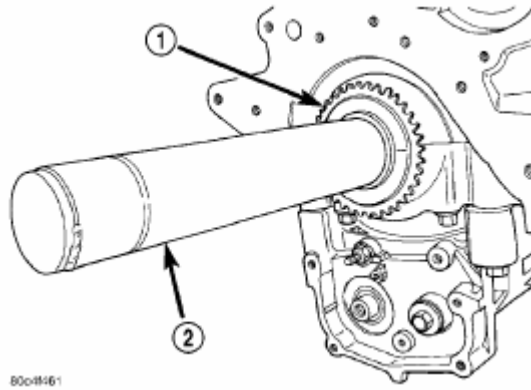

Рис. 119. Привод балансировочного вала.
(5) Установить звездочку привода балансировочного вала на коленвал при помощи спец.приспособления 6052 (Рис. 119).